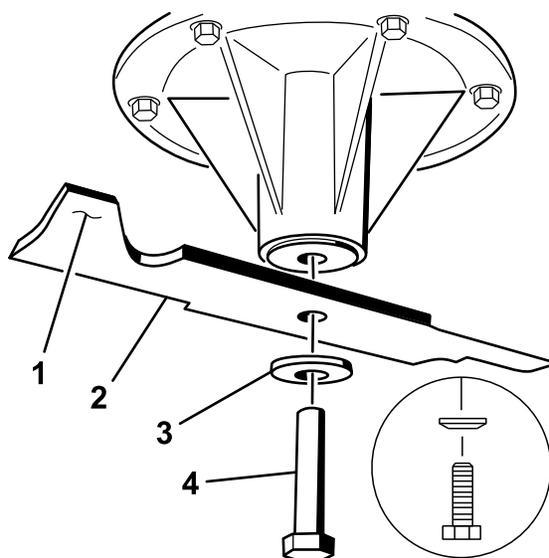

Figura 78
2. Togliete il bullone, la rondella curva e la lama dall'asse del fusello (Figura 78).
- Se la lama non è bilanciata, limate del metallo soltanto dalla costa (Figura 78).